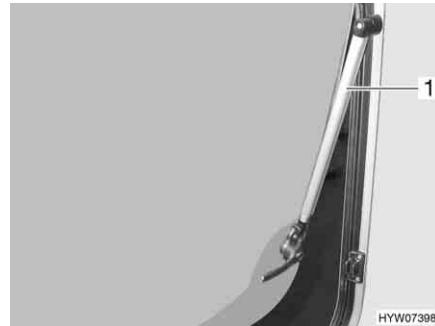

Fig. 45 Finestra apribile con deflettore automatico
- Aprire la finestra apribile fino al punto di arresto desiderato. Il deflettore automatico (Fig. 45,1) si innesta automaticamente in posizione.